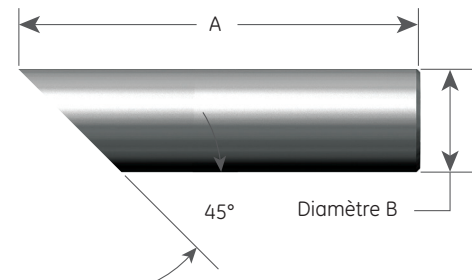

Figure 94 : Spécifications des chevilles d'assemblage
4. Chevilles d'assemblage : Deux chevilles d'assemblage sont requises pour retirer le disque de son support. Consultez la figure 94 et le tableau 21 pour obtenir les spécifications relatives aux chevilles d'assemblage.